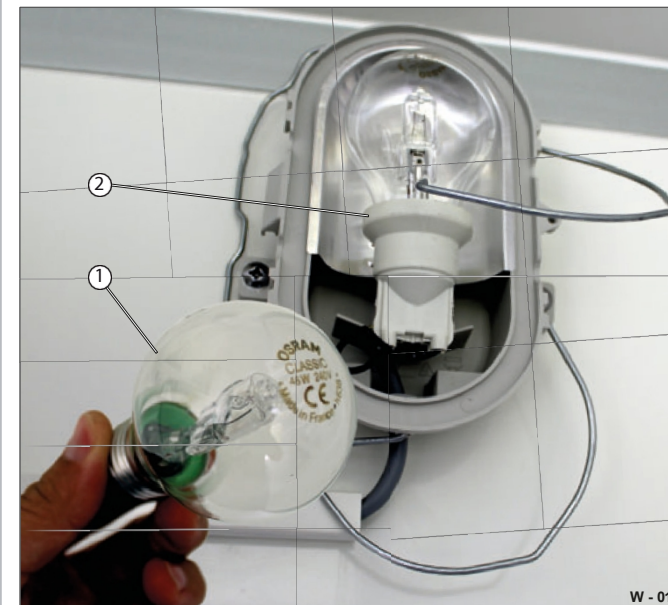

Fig. 17 Skifte av lyspære
- Skru forsiktig ut en defekt lyspære (fig. 17/1).
- Skru en ny lyspære av samme type / wattstyrke helt inn i sokkelen (fig. 17/2).